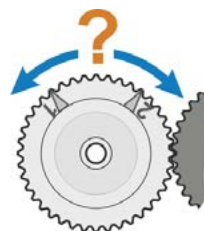

Fig. 7: Observar direção da rotação
- só com transdutor de posicionamento: e para a direção da rotação da engrenagem principal (fig. 7). Isso é muito importante para o 10º. passo de comando!